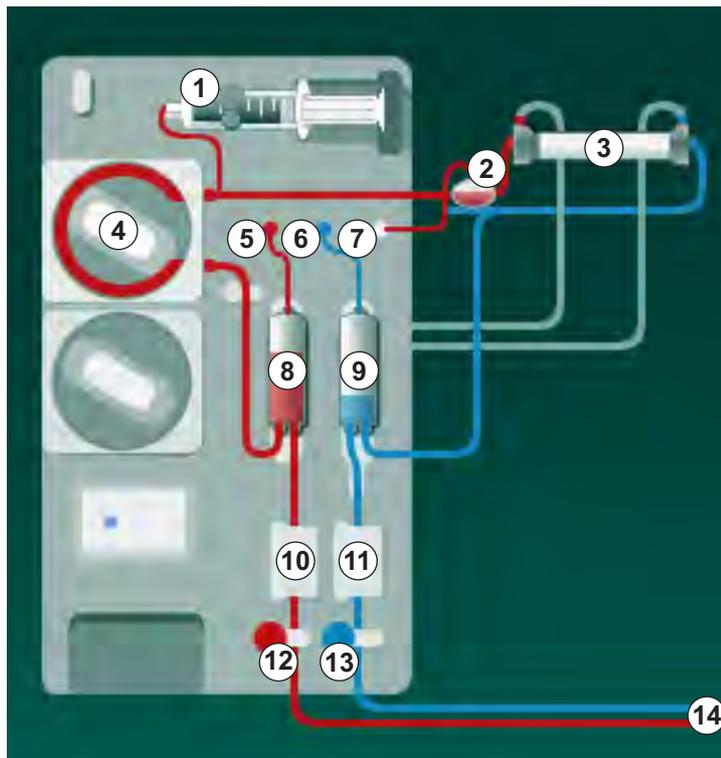

Fig. 9-3 Insertion du système de lignes à sang - Simple Aiguille Cross-Over
1. Fixer le dialyseur (Fig. 9-3, ③ ) dans le support de dialyseur (voir la section 5.6 Connexion du dialyseur (95)).